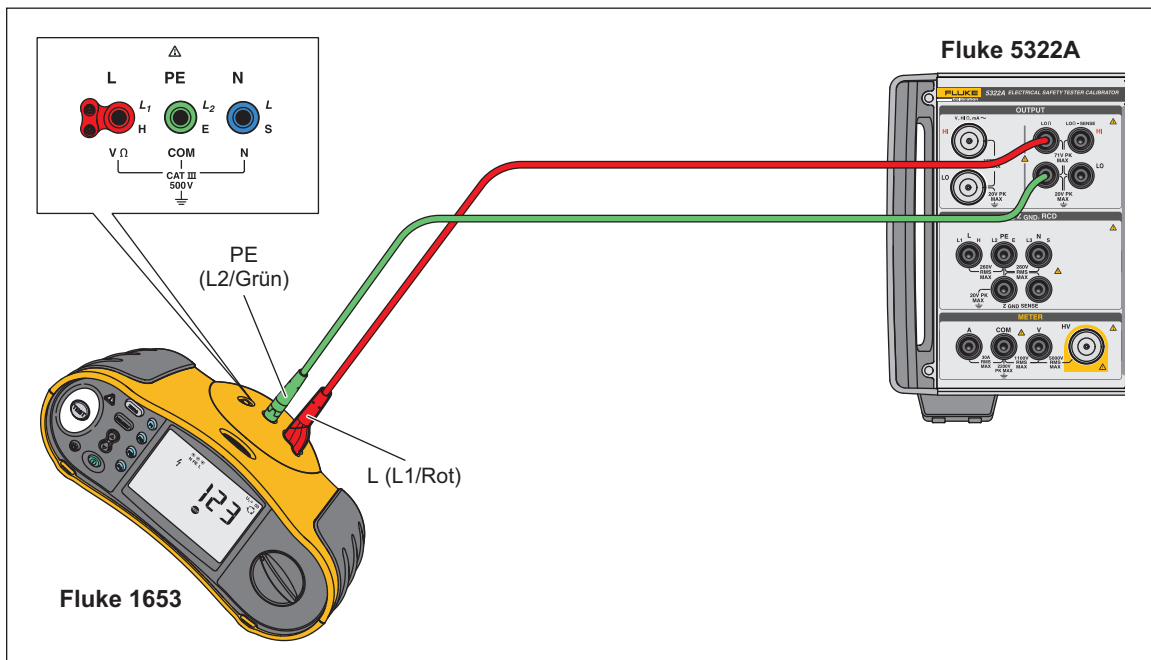

Abbildung 30. Anschließen des DUT für eine 2-Leiter-Widerstandskalibrierung
2. Schließen Sie das DUT wie in Abbildung 30 dargestellt an die Anschlüsse **LOΩ HI** und **LO** des Produkts an.